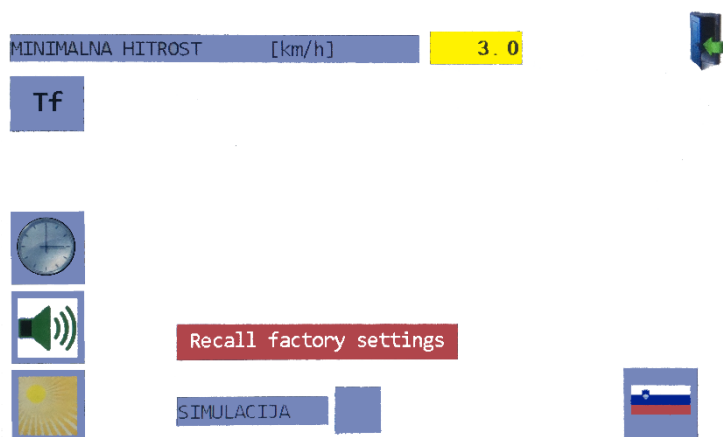

Bild 31
5.8.1. Allgemeine Einstellungen (AE)
- AE im Hauptmenü durch Drücken auf  aufrufen (Bild 31).